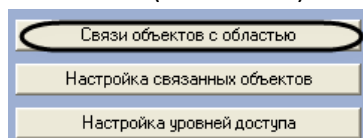

Рис. 3.7—5 Переход к настройкам связи объектов с областью
1. Перейти на панель настроек объекта **Зона** (Рис. 3.7—5).
2. Нажать кнопку **Связи объектов с областью** (см. Рис. 3.7—5).